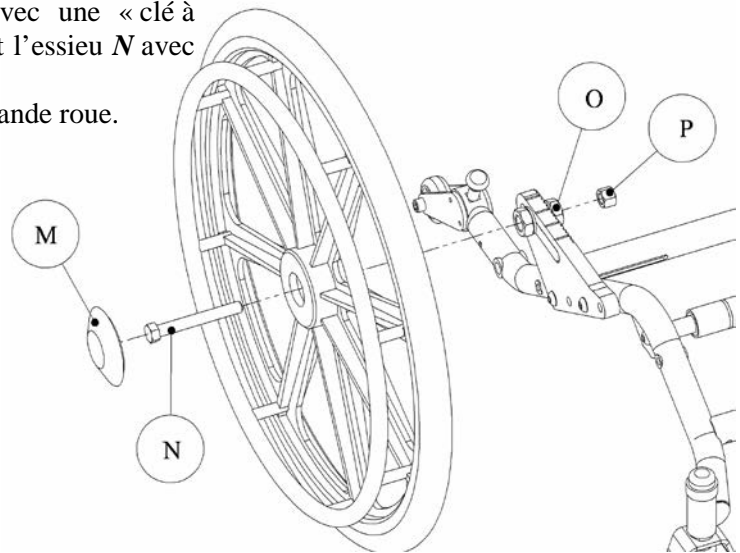

Figure 15 - Installation des roues de 20 et 22 po (51 et 56 cm)
4. Insérer l'essieu *N* dans le moyeu de grande roue (figure 15);